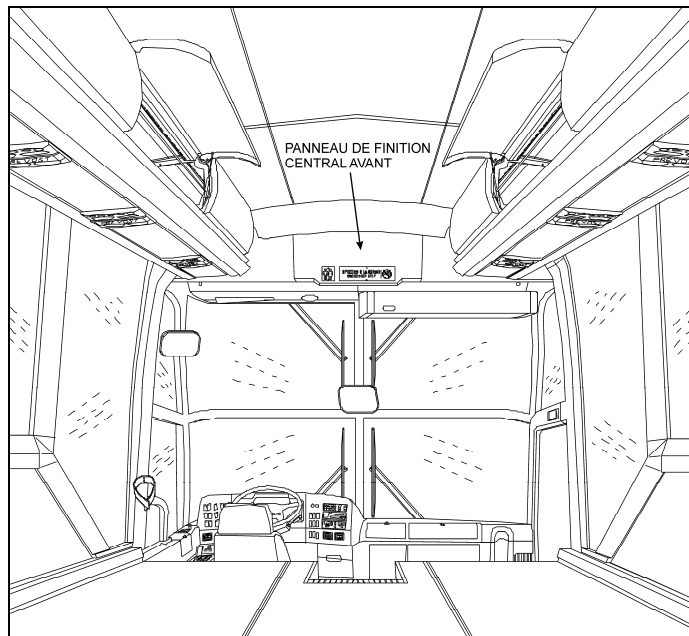

FIGURE 1
4. Retirer les vis de fixation du panneau de finition central avant (Figures 1 et 2).